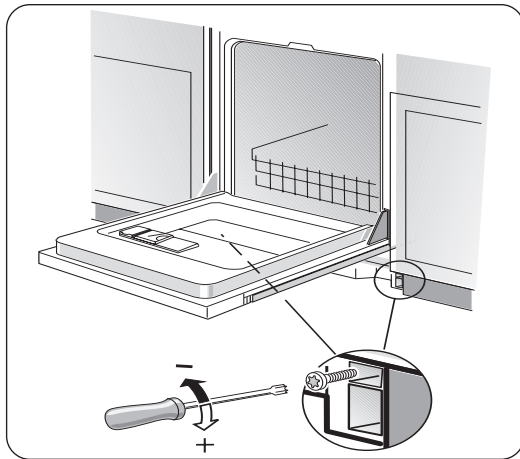

Figure 29
- 2 Insérer les vis comme à la **figure 29**. Tourner dans le sens horaire pour augmenter la tension.